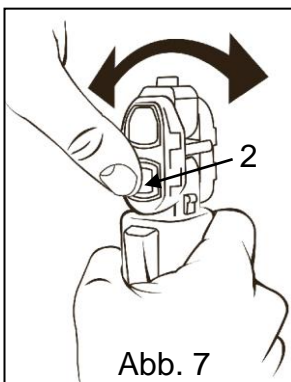

Abb. 7
2. Um den Winkel des Schraubkopfes zu ändern, drücken Sie den Knopf (2) und stellen Sie den Winkel des Schraubkopfes ein (Abb. 7).
2. To change the angle of the driver head push button (2) and rotate the angle of the head (Fig. 7).